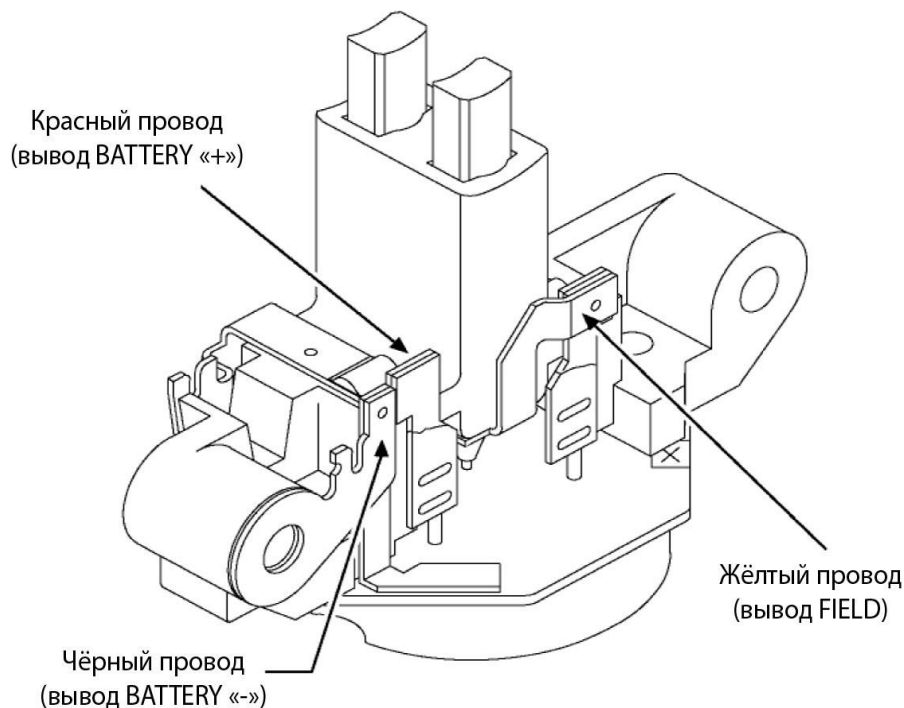

Рисунок 5. Клеммы подключения проводов-щупов
2.3.2 Необходимо правильно определить производителя генератора и тип используемого в нём регулятора напряжения. Для этого рекомендуется использовать каталоги генераторов и регуляторов напряжения с рисунками и обозначением выводов (рисунок 5).